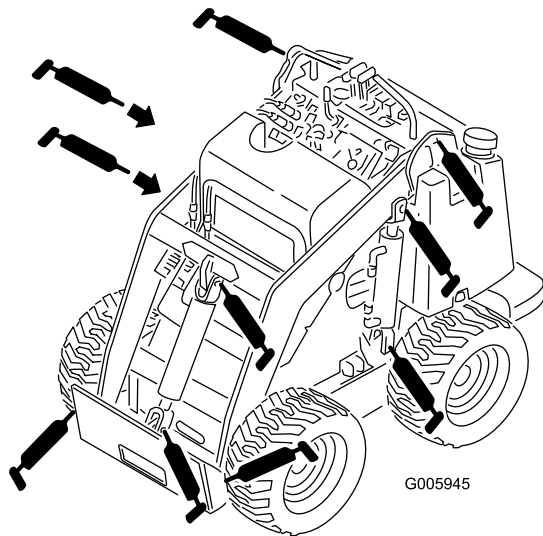
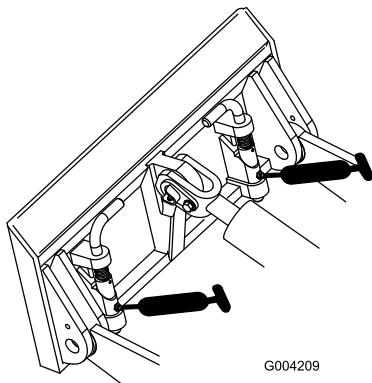

Figure 27
Figure 28
3. Raccordez une pompe à graisse à chaque graisseur (Figure 27 et Figure 28).